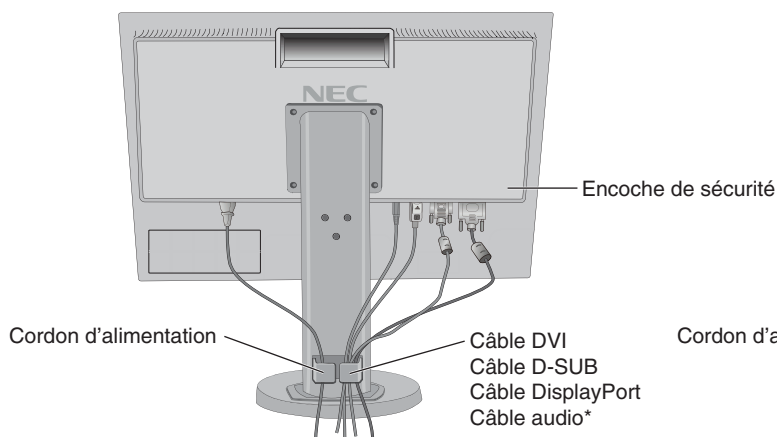
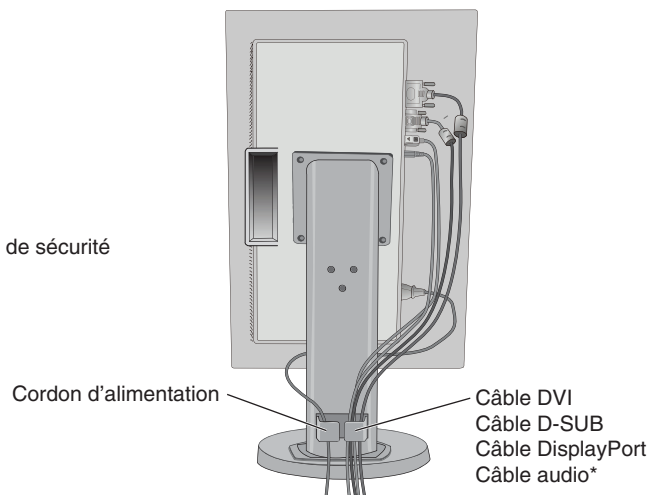

Figure C.2
Figure C.3
- Placez les câbles dans les crochets fermement et à une distance égale (**Figure C.2 et Figure C.3**).